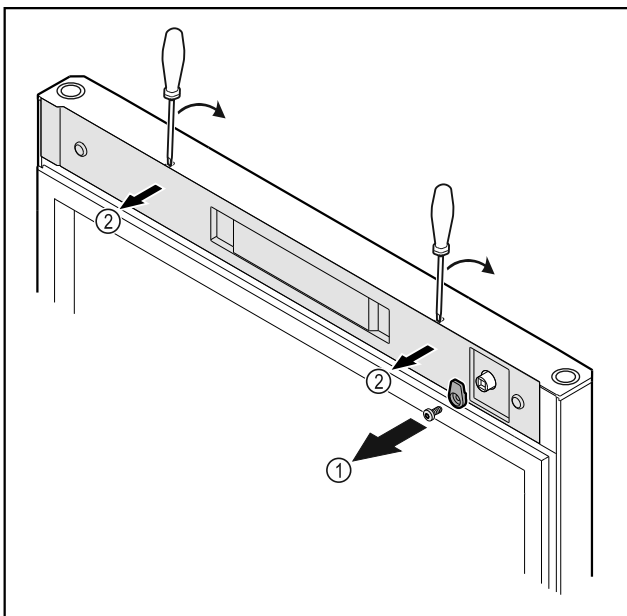

Fig. 12 *
- Svitare i ganci di chiusura Fig. 12 (1)*
- Disinnestare la copertura Fig. 12 (2) con l'ausilio di un piccolo cacciavite e rimuoverla.*